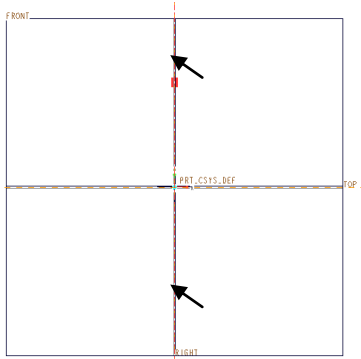

図 3-53 中心線のスケッチ
- ・「線」ツールの中の「ジオメトリ中心線」ツールを使用して、RIGHT 平面底部から垂直な線上の任意の 2 点 (▼) をクリックして図 3-53 のように中心線を描く。